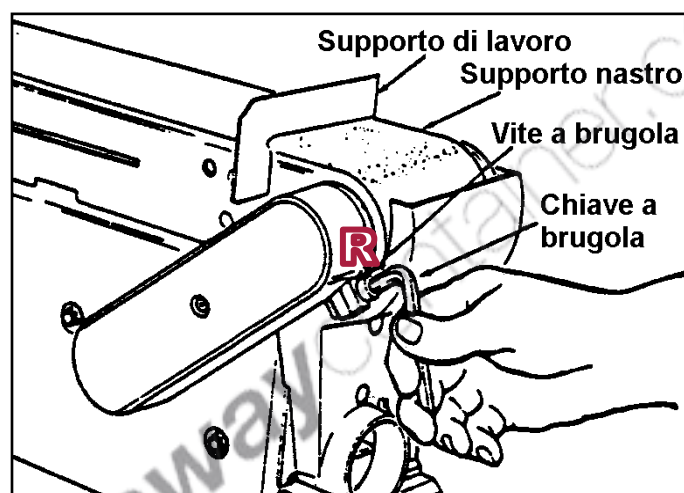

Figura 22 – Vite di bloccaggio telaio porta-nastro.
1. Allentare la vite di bloccaggio (R) del telaio porta-nastro, ruotandola in senso antiorario, come mostrato in figura 22. A questo proposito, utilizzare una chiave a brugola (da 6 mm).